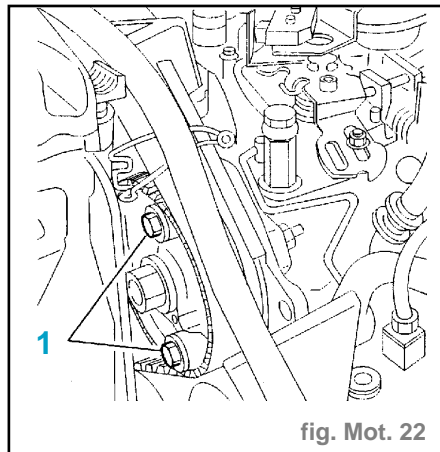

fig. Mot. 22
- Piger le pignon de pompe d'injection avec deux vis (1) **M8 x 125 x 35** (fig. Mot. 22).
- l'écrou (2) fig. Mot. 22),
- Déposer les deux vis (1) de pignage du pignon de pompe (fig. Mot. 22).
- Serrer l'écrou (2) à **5 daN.m.**